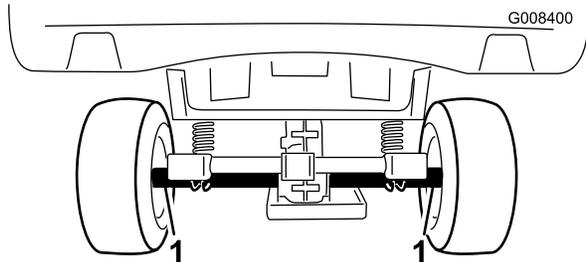
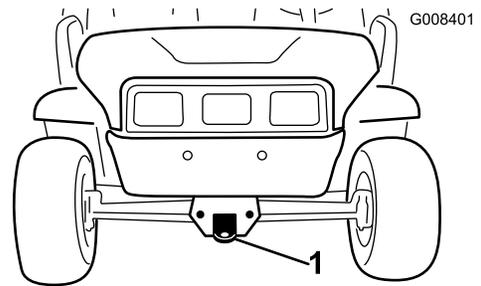

Bild 15
Bild 16
Benutzen Sie einen Anhänger, um das Fahrzeug über längere Strecken zu transportieren. Stellen Sie sicher, dass das Fahrzeug auf dem Anhänger befestigt ist. Beachten Sie für die Position der Vergurtungsstellen die Bilder Bild 15 und Bild 16.
2. Befestigen Sie ein Schleppkabel an der Lasche am vorderen Rahmen (Bild 16).